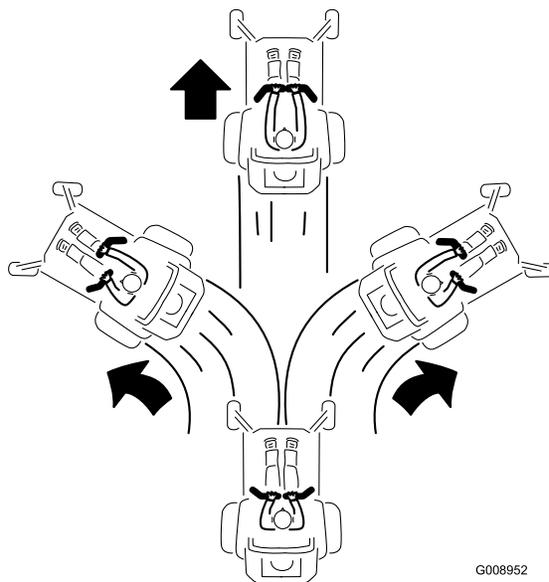

図 20
2. 前進するには、左右の走行コントロールレバーをゆっくりと前へ押し出す 図 20。